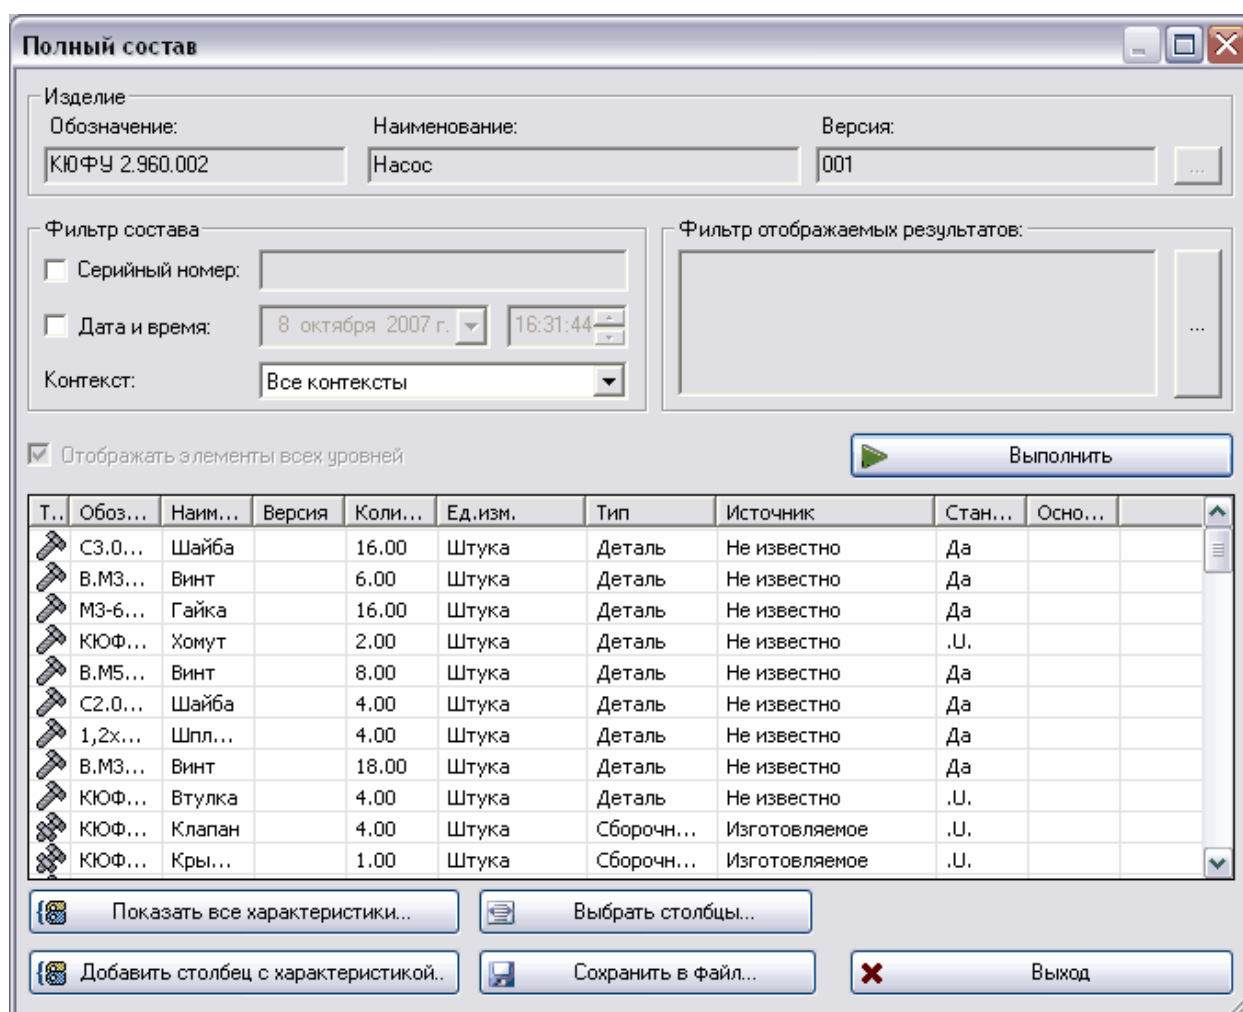

Рис. 80
Нажмите на кнопку **Выполнить** для генерации отчета. После завершения генерации отчет отобразится в окне (Рис. 80).
1. Нажмите на кнопку  в разделе **Фильтр отображаемых результатов** (Рис. 80).